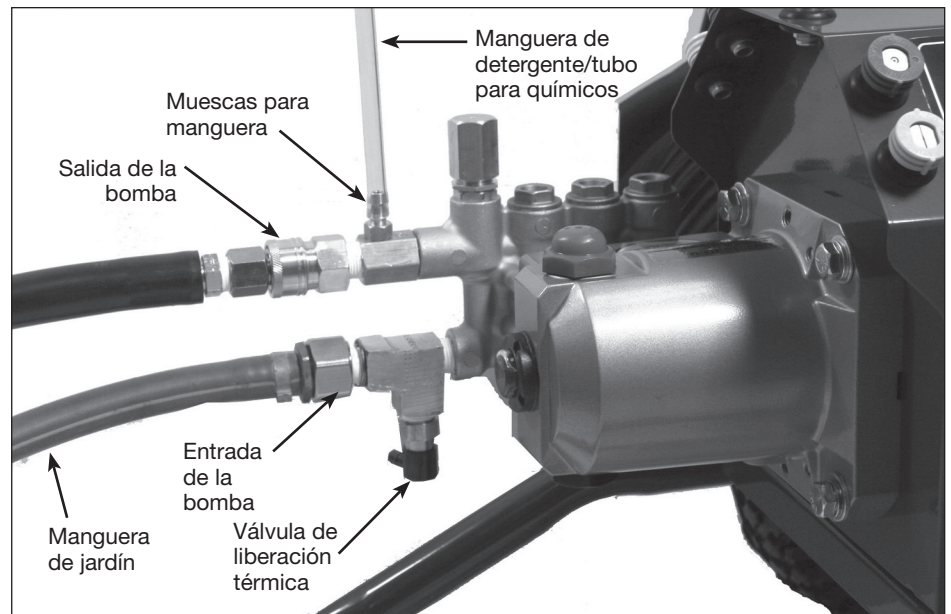

Figura 12 - Conexión de la bomba
4. Asegure la manguera de jardín (no se incluye) a la conexión de entrada de la bomba (Ver Figura 12).